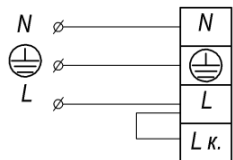
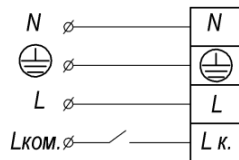

Рис.2
Рис.3
- Присоединить провода питания (L, N и заземляющий провод) к соответствующим зажимам клеммной колодки (рис.2). При наличии коммутируемой цепи необходимо удалить перемычку L-Lk. и подключить коммутируемую фазу к клемме Lk.(рис.3)